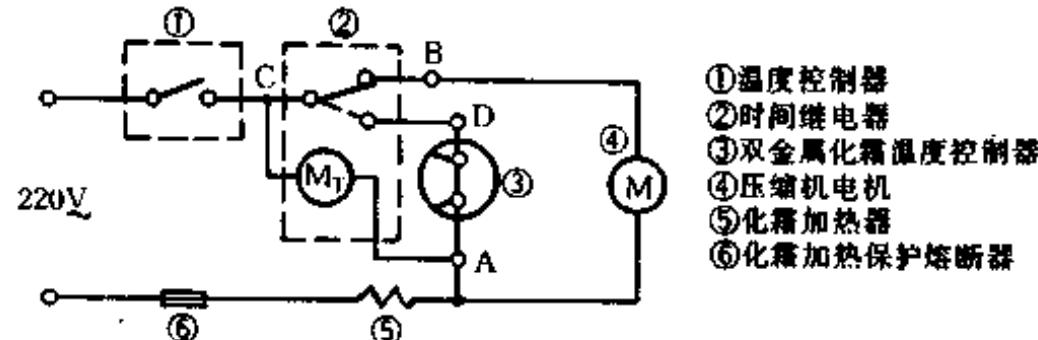
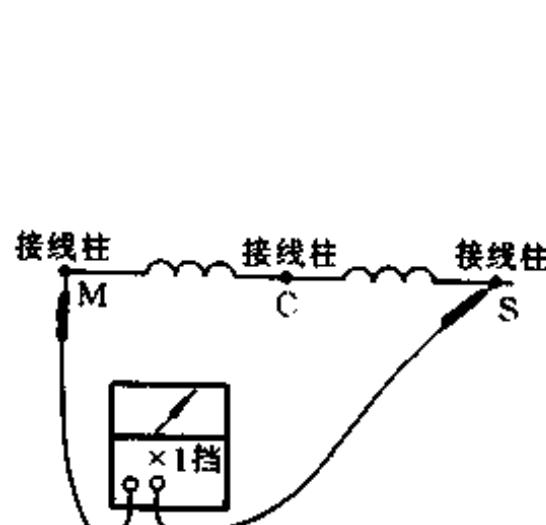
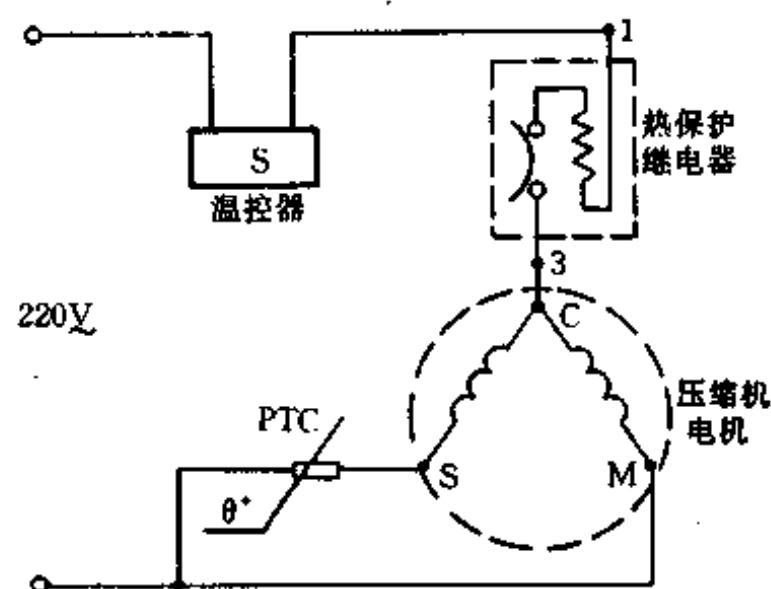

图 176
图 177
图 178
电冰箱压缩机的电机的启动绕组串联着一个正温度系数的热敏电阻（见 144 问图 178）如图 178 所示。PTC 元件起启动作用，它在常温下阻值约十多欧至 30 多欧（视不同压缩机而不同，如一种 65W 压缩机配用 22Ω ），使启动绕组处于导通的状态，在接通电源的 $1\sim2$ 秒内，元件自身因通电发出大量的焦耳热，使温度急剧上升，从而因 PTC 特性而进入高阻状态（电阻升至几十千欧以上），使启动绕组处于“断”的状态，完成压缩电机的启动。PTC 元件“断”后不能马上降温，所以两次启动时间的间隔为 $3\sim5$ 分钟，否则可能烧坏压缩机绕组。
电冰箱压缩机的热保护元件即图 178 中的热保护继电器和 PTC 启动器组合在一起，安装在压缩机机壳的电机引线柱上。对压缩机电机起过热和过负载保护作用。无电流时断开温度为 $100\sim110^{\circ}\text{C}$ 。在 90°C 时断开电流为 1.3A ，复位温度为 $70\sim84^{\circ}\text{C}$ ，过载断开电流约 4A ，断开前延时 $1\sim14$ 秒。
它在全自动除霜电路中对冰箱制冷和除霜起自动转换开关作用（这一作用是通过 M_T 转动而驱动凸轮使开关 K 触点变化而实现的）。它与压缩机同步运转，在它们运转8小时后开关 K 转到除霜电路上，除霜完后时间马达运转2分钟，S 又转到制冷位置上，如此周而复始，其电路如图176所示。
注意，为简单起见压缩机电机绕组未画，但是可见图178。
注意，温度控制器在电路中的位置见141问图176中的①或144问图178中的温控器 S。
注意，双金属除霜温控器在电路中的位置见141问图176中的③。
电冰箱压缩机电机共两个绕组三个接线柱（见图177），它在相关电路中的位置如图178，该电机在电路中的位置见141问图176中的④。测前断开 PTC。
测时用万用表“ $\times 1$ ”挡。第一步测出电阻最大的两个接线柱（其阻值视不同电机而异，多为几十欧，也有一百多欧的），则剩下的一个为公共接线柱（两绕组公共点，图177、178中的C点）。第一步分别测公共点与另外两端电阻，测得电阻小的是运行绕组，电阻大的是启动绕组；前者多数为 $10\sim 15\Omega$ ，后者多为几十欧（也有100多欧的）。若阻值符合以上情况的，则一般说明电机绕组是好的，若阻值为 ∞ ，则为开路；若为0，则为短路；若大大低于以上值，则有可能局部短路，应进一步查证。以上图178为电阻分相启动电路。此外还有电容启动型、电容启动运转型、（电容运转型未画出）。测量时断开相关电容即可类似进行测判，读者可举一反三地应用。
注意，电热丝元件在电路中的位置见141向图176中的⑤。
注意：该元件在电路中位置见图176中的⑥，即化霜加热保护熔断器。